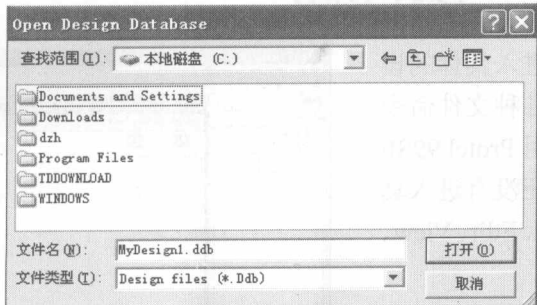
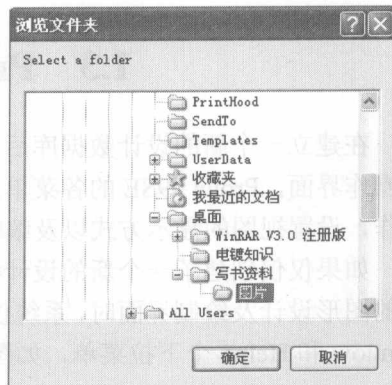

图 1-13 打开已存在的设计数据库
图 1-14 输出当前文件对话框
(2) New Design: 新建一个设计库, 所有的设计文件将在这个设计库中统一进行管理, 该命令与用户还没有创建数据库前的 New 命令执行过程一致。
(3) Open: 打开已存在的设计库。执行该命令后, 系统将弹出如图 1-13 所示的对话框, 用户可以选择需要打开的文件对象或设计数据库。
(4) Close: 关闭当前已经打开的设计文件。
(5) Cloe Design: 关闭当前已经打开的设计库。
(6) Export: 将当前设计库中的一个文件输出到其他路径。执行该命令后, 系统将弹出如图 1-14 所示的对话框。